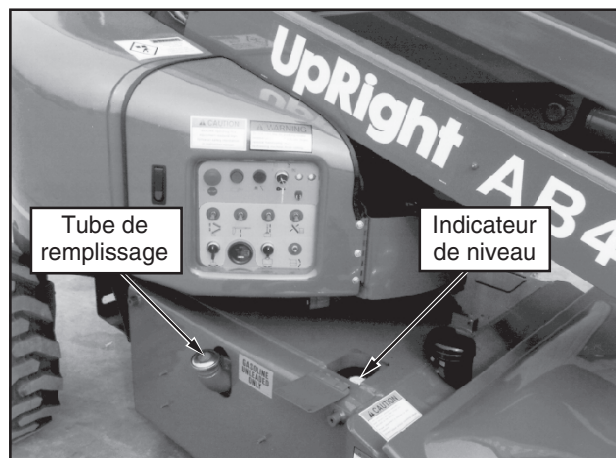

Figure 7 : Tube de remplissage du réservoir à carburant et indicateur de niveau
1. Ôter le bouchon du tube de remplissage, qui se trouve du côté gauche du châssis (voir figure 7).
3. Vérifier le niveau de carburant en soulevant le rabat qui se trouve sur le dessus du châssis, côté gauche (voir figure 7). La pleine capacité du réservoir à carburant est de 94 L (25 gal US).
3. Soulever le rabat situé sur le dessus du châssis, à droite (voir figure 7).